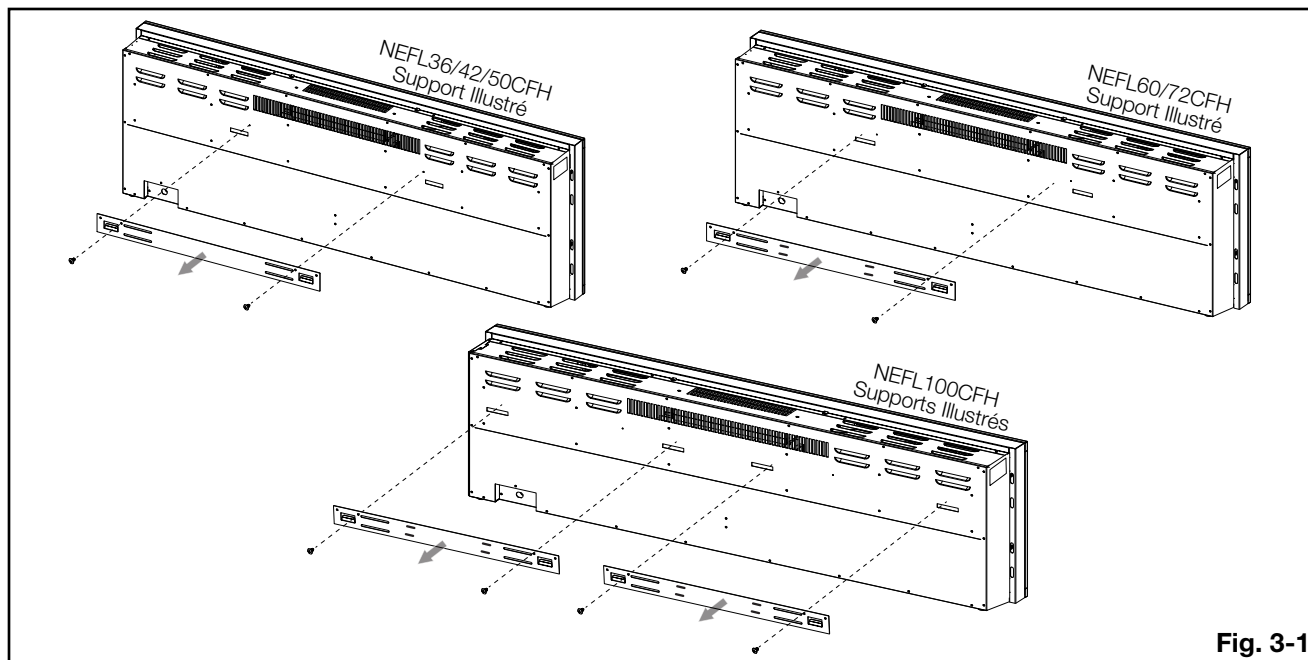

Fig. 3-1
- Placez l'appareil face vers le bas sur une surface doux et non-abrasif. Retirez le support de l'arrière de l'appareil en retirant les vis (**Fig. 3-1**). Mettez de côté les supports et jetez les vis.